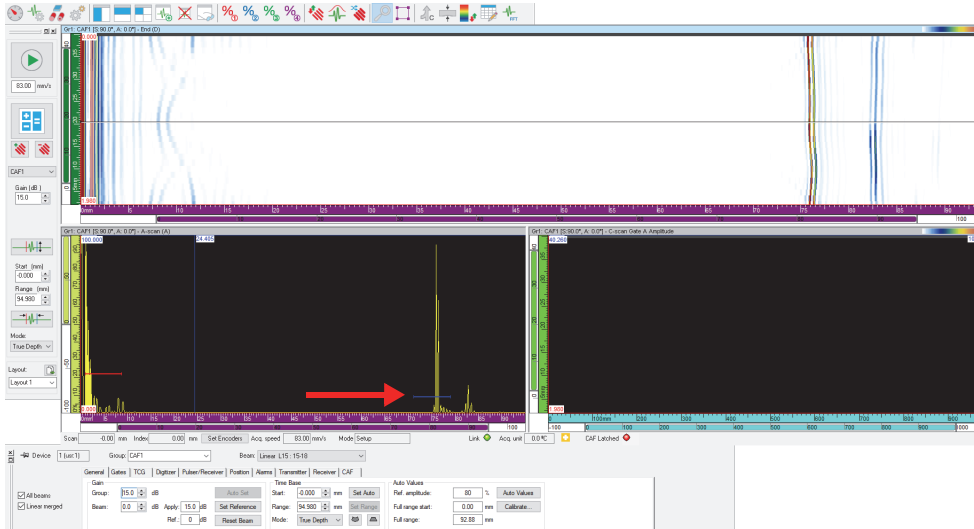

図 4-58 インターフェースゲートの開始位置の設定
5. 良好な同心性が得られるように、サンプル上でプローブを位置合わせします。プローブが曲面サンプルと同心になっていると、信号は 158 ページの図 4-58 のようにフラットに表示されます。
- その位置で、インターフェースゲートの開始位置を設定します（158 ページの図 4-58）。
7. サンプルの形状が変化する場合、R2 位置へ移動します（158 ページの図 4-58）。